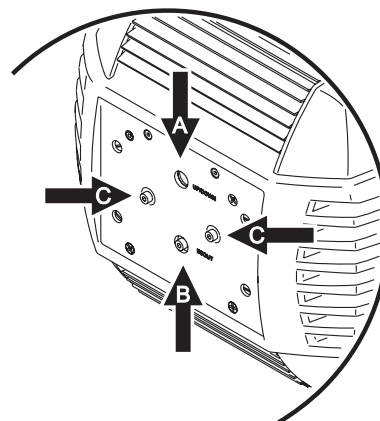

Figure 6: Vis de réglage de la lampe
- Aidez-vous de la Figure 6 pour repérer les vis de réglage. Centrez le point chaud verticalement avec la vis A et une clé Allen. Centrez le point chaud horizontalement avec les vis C.